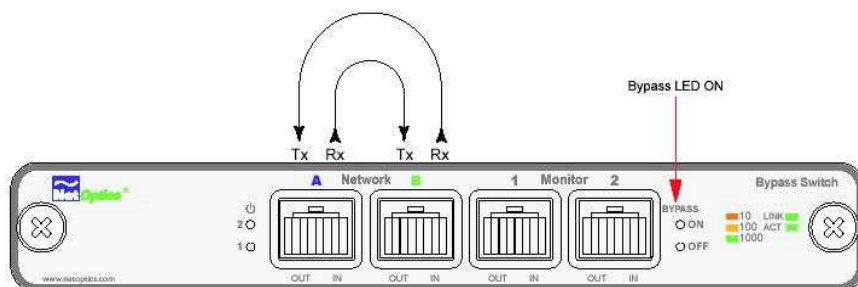

図3: バイパス・エネーブル
バイパス・スイッチがバイパス・エネーブル (ON) モードのときは、スイッチ回路はネットワーク・トラフィックがインライン・アプライアンスを迂回するように方向を変えます。バイパス・エネーブル・モードでは、ネットワーク・ポート A、B はつながっています (図3 参照)。